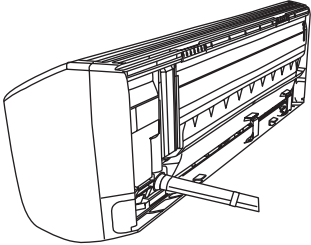

图21
（1）当要把铜管从后面引出时，将铜管、排水管和连接电缆一起用附件 ⑫ 胶带绷紧。（图21）